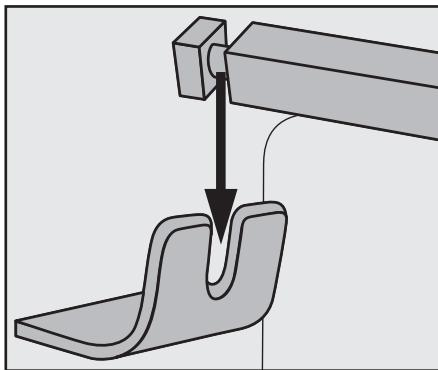

Fig. 2 : Poser le tournebroche **16** dans le logement du tournebroche **9**.
- Posez ensuite l'autre extrémité du tournebroche **16** avec la rainure profonde dans le logement du tournebroche **9** (fig. 2):